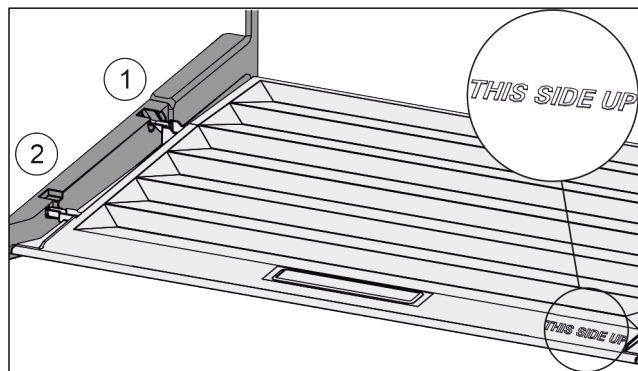

Fig. 132
- ▶ Introduceți nervura capacului prin orificiul suportului posterior Fig. 132 (1) și înclicetați-l în față în suport Fig. 132 (2).